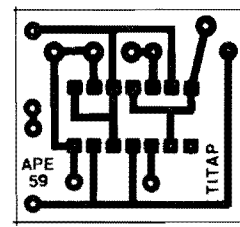

FIG. 3
- **FIG. 3 - LAY OUT DO CIRCUITO IMPRESSO ESPECÍFICO** - A plaquinha tem um desenho de seus áreas cobreadas extremamente simples (graças à reduzida quantidade de componentes...) e a cópia/traçagem das ilhas e pistas (cujo padrão é visto em tamanho natural, na figura...) não deverá oferecer problemas ou dificuldades, mesmo aos menos habilidosos... Depois da corrosão, limpeza, furação e nova limpeza, insistimos na necessidade de se conferir tudo com bastante atenção, confrontando a face cobreada do Impresso com o diagrama, e corrigindo eventuais defeitos, falhas, "curtos", etc. Lembramos, pela "enésima" vez, que tais eventuais correções são muito fáceis de serem feitas **antes** dos componentes estarem posicionados e soldados... Já **depois** disso, torna-se um real problema "remendar" eventuais defeitos verificados na placa (além do que, também **encontrar** os tais defeitos fica mais difícil...).